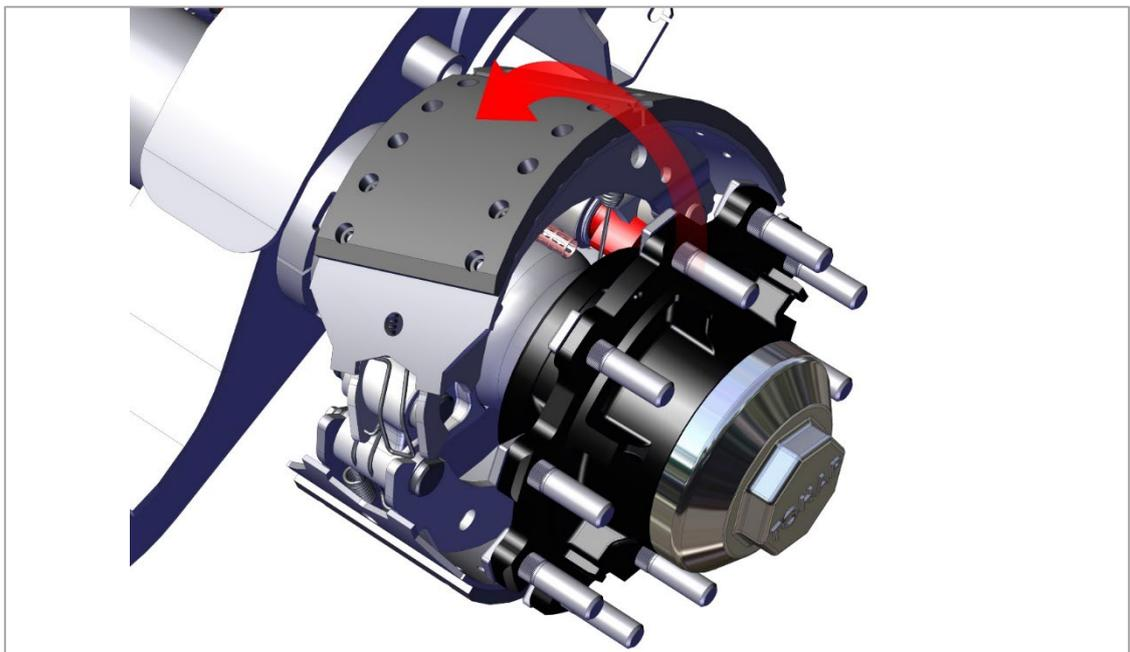

Рис. 29. Снятие тормозной колодки.
4) Наклоните верхнюю тормозную колодку над кулачком и осью моста и снимите её, как показано на рис. 29.